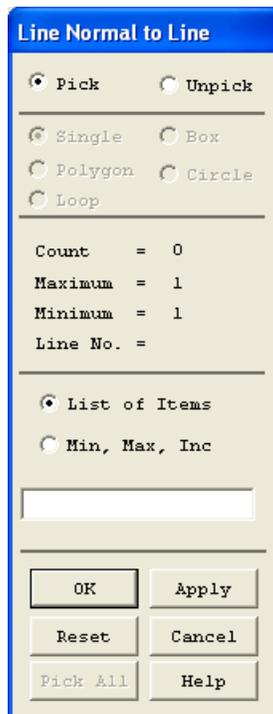

Рисунок 41. Диалоговое окно выбора линии, к которой будет строиться нормаль
При использовании этого пункта главного меню появляется диалоговое окно ***Line Normal to Line*** (Рисунок 41). В этом случае при создании линии нормальной к заданной линии необходимо выполнить следующую последовательность действий:
- Нажать кнопку ***ОК*** либо ***Apply*** для подтверждения сделанного выбора (Рисунок 41).